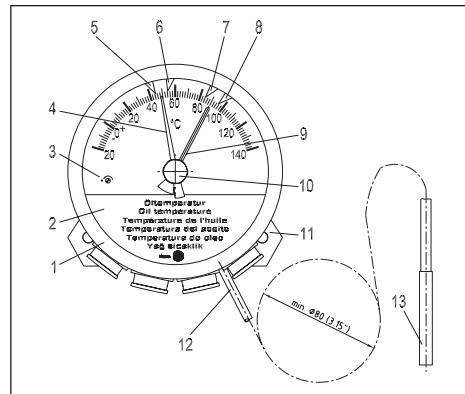

Bild 1
Das Zeigerthermometer wird mit der Befestigungsplatte (Bild 1/11) am Trafo montiert. Der Abstand der Befestigungslöcher beträgt 140mm, der Lochdurchmesser 9mm. Die Einbaulage muss senkrecht sein. Der Einbauort ist so zu wählen, dass weder Vibrationen noch Netzschwingungen auftreten. Die Einbaulage muss senkrecht sein.
3.2 Kapillarleitung (Bild 1/12)
Rollen Sie die Kapillarleitung knick- und verwindungsfrei aus. Das Zeigerthermometer darf nicht an der Kapillarleitung getragen werden! Verlegen und fixieren Sie die Kapillarleitung, überschüssige Kapillarleitung aufwickeln und im Bereich nicht zu hoher Temperaturen (max. 60° C) befestigen. Minimaler Biegeradius 10mm. Minimaler Aufwickeldurchmesser 80mm (siehe Bild 1).
3.3 Temperaturfühler (Bild 1/13)
3.5 Schleppzeiger (Bild 1/9)
Der Schleppzeiger wird vom Zeiger betätigt und kennzeichnet dessen Maximalausschlag. Die Rückstellung des Schleppzeigers erfolgt über den Knopf (Bild 1/10).
Beim Verschließen des Geräts ist auf die richtige Stellung des Schleppzeigers (Bild 1/9) zu achten. Dieser muss rechts vom Zeiger (Bild 1/4) stehen. Den Bajonettschlussring wieder aufsetzen und bis zum Anschlag im Uhrzeigersinn drehen.
Zum Anschließen klappen Sie die Abdeckblende (Bild 1/2) hoch. Entfernen Sie jeweils den Mantel der Anschlussleitungen auf einer Länge von ca. 160mm und die Isolierung der
Eine Nachjustierung ist möglich. Die Justierschraube (Bild 1/3) befindet sich auf der Vorderseite des Instruments.